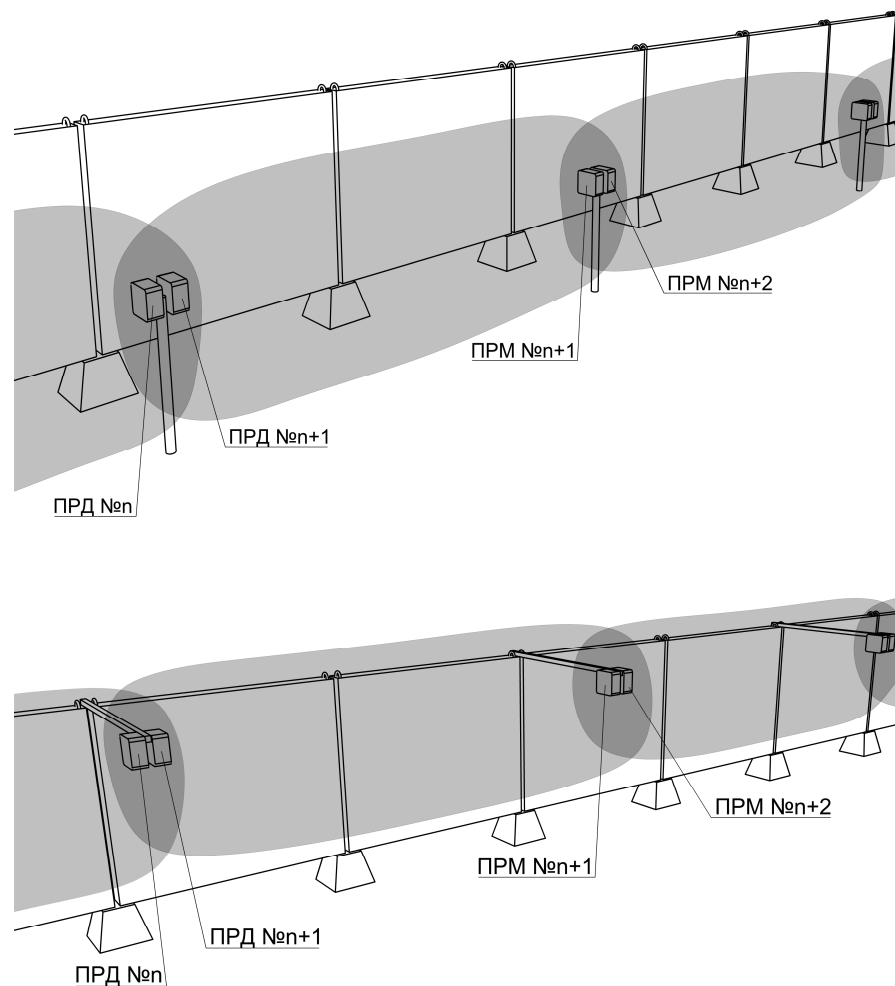

Рисунок 5.4. Варианты установки приемников и передатчиков
6.2. Извещатель может быть установлен в зоне открытого пространства на опорах вдоль ограждения (расстояние от ограждения не менее 1 метра при длине участка до 35 м и не менее 2 м при длине участка более 50 м), на кронштейнах по верху ограждения или стенах (рис. 5.4.), по краю крыши здания, а также в помещении по его периметру.